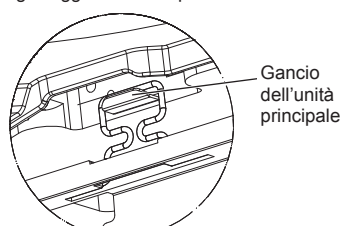

Fig. 5-6
- Dopo aver serrato la vite, accertarsi che i due ganci della griglia (Fig. 5-6) siano bloccati ai ganci dell'unità principale.